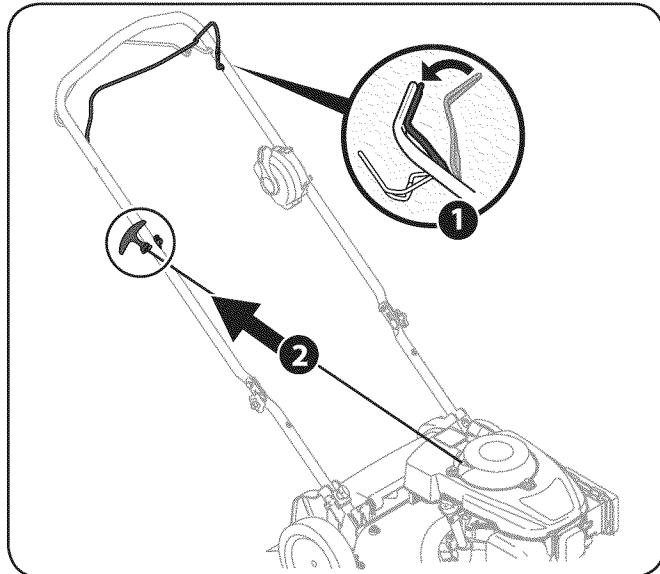

Figura 5-1
- Colóquese detrás de la podadora, apriete la manija de control de la cuchilla y sosténgala contra la manija superior. Vea la Figura 5-1.